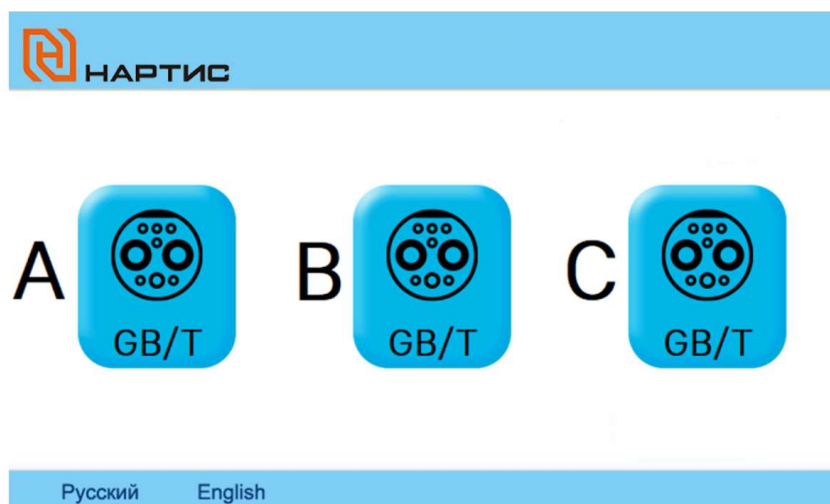

Рисунок 4 — Внешний вид стартового меню зарядной станции
1.2.1 На стартовом экране (рисунок 4) зарядной станции нажать иконку «».